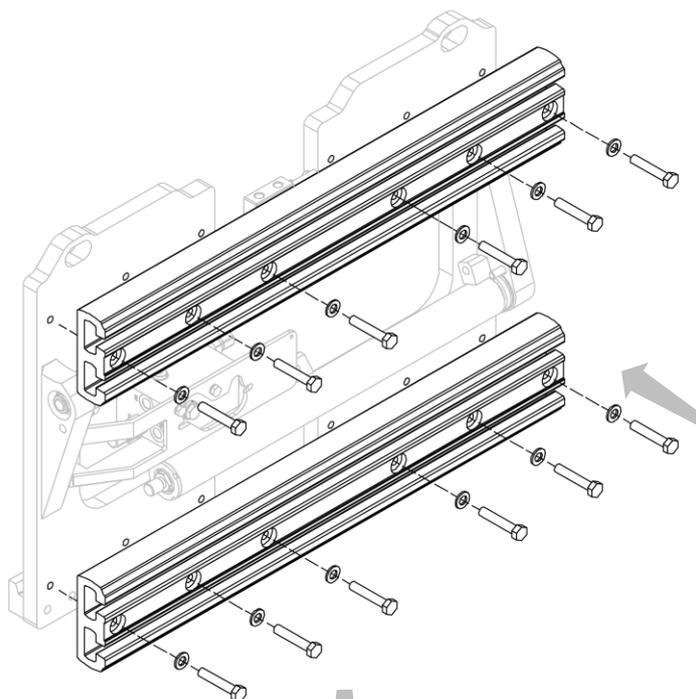
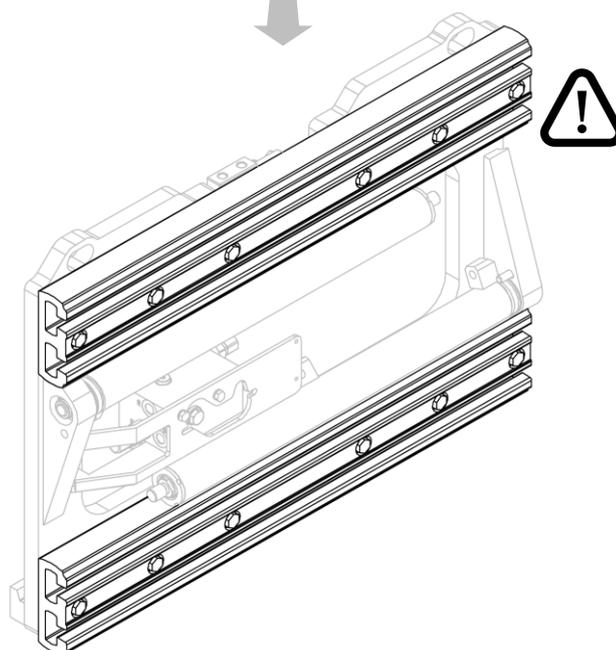

Abbildung 11
Abbildung 12
2. Bauen Sie nacheinander die Aluminiumprofile mittels der entsprechenden Schrauben ein (siehe *Abbildung 11* und *Abbildung 12*).